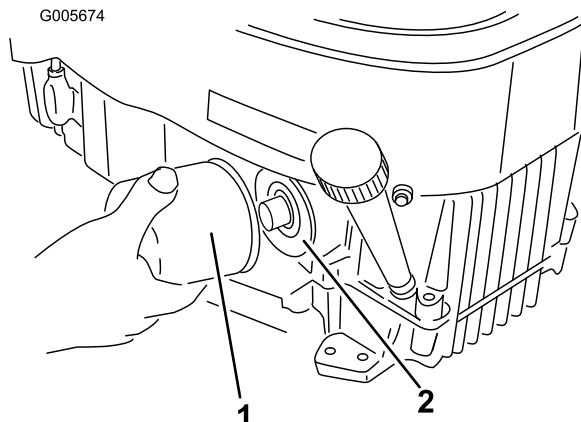

Figura 29
2. Retire el filtro de aceite usado (Figura 29).
4. Instale el filtro de aceite nuevo en el adaptador. Gire el filtro en el sentido de las agujas del reloj hasta que la junta de goma entre en contacto con el adaptador del filtro, luego apriete el filtro 3/4 de vuelta más (Figura 29).